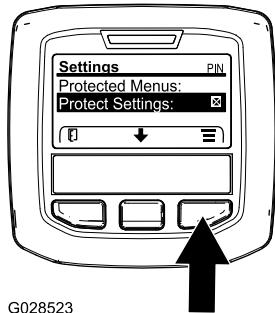

Bild 30
1. Navigieren Sie vom Hauptmenü mit der mittleren Taste auf das Menü EINSTELLUNGEN und drücken Sie die rechte Taste (Bild 30).